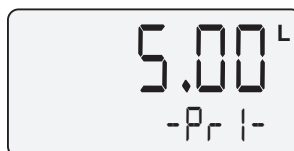

Fig 4
- Press the SELECT button. The display shows the preset number 1 (fig 4).
- Tryck på knappen SELECT. Displayen visar förinställningsnumret 1 (fig 4).